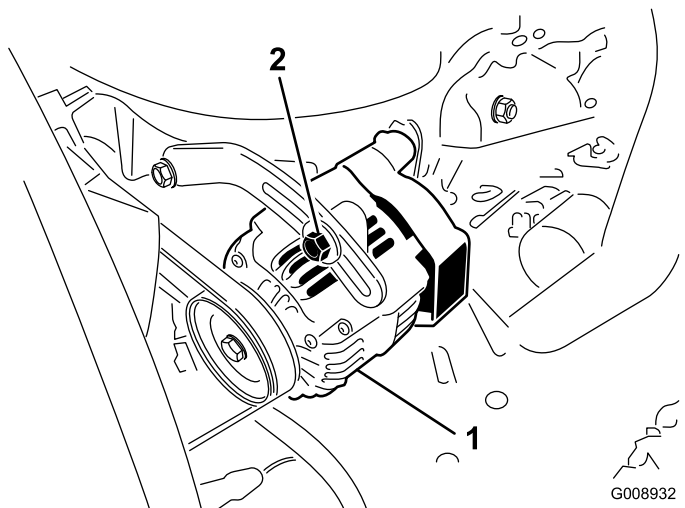

Figure 102
Vérifiez l'état et la tension des courroies (Figure 102) toutes les 100 heures de fonctionnement.
3. Si vous n'obtenez pas une flèche de 10 mm, desserrez les boulons de fixation de l'alternateur (Figure 102).